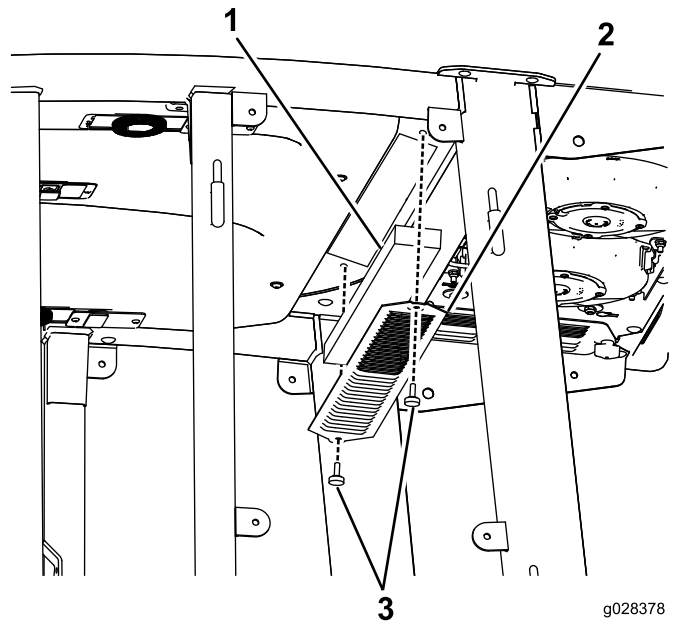

**Bild 124**
2. Entfernen Sie die sechs Schrauben und Muttern von der Unterseite des Kabinenhecks (Bild 124).